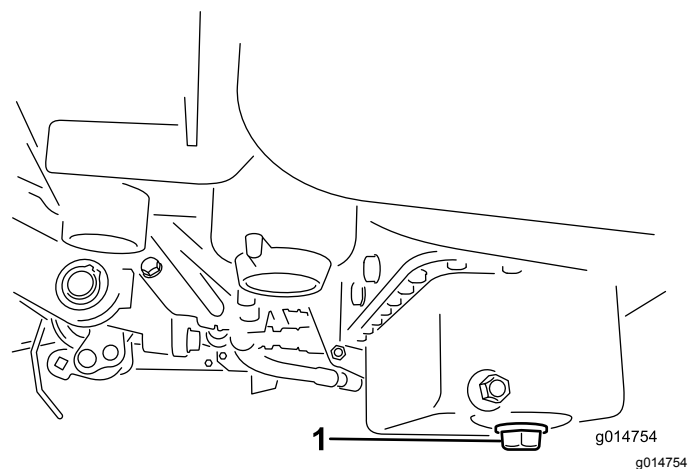

Bild 26
1. Entfernen Sie die Ablassschraube und lassen das Öl in eine Auffangwanne ab. Schrauben Sie die Ablassschraube wieder ein, nachdem das Öl abgelassen ist (Bild 26).